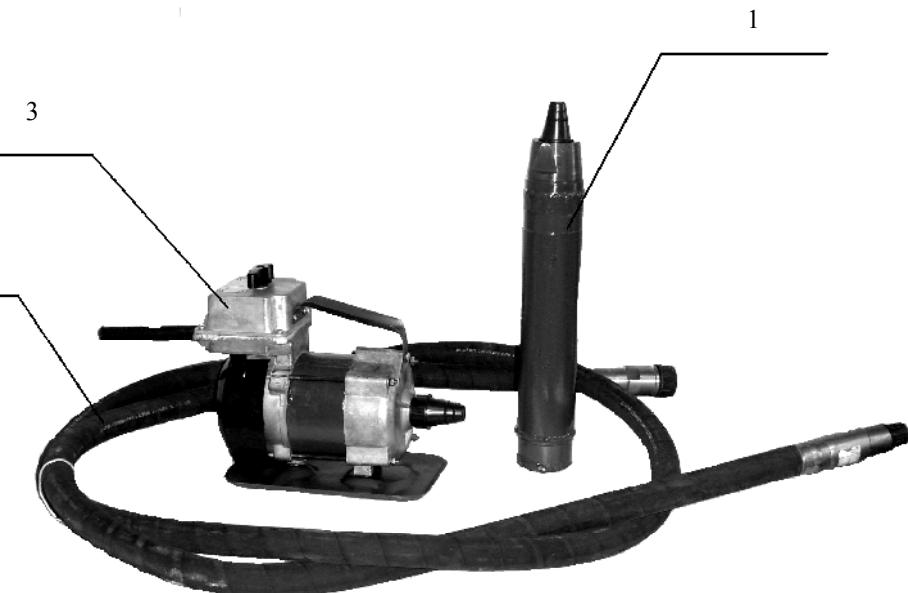

Рис.1. Вибраторы ручные электрические глубинные с гибким валом ВИ-1-16, ВИ-1-17, ВИ-1-13 (рабочий комплект):
2.1. Вибраторы (рис.1) предназначены для уплотнения бетонных смесей при укладке их в монолитные конструкции с различной степенью армирования, а также при изготовлении бетонных и железобетонных изделий для сборного строительства.